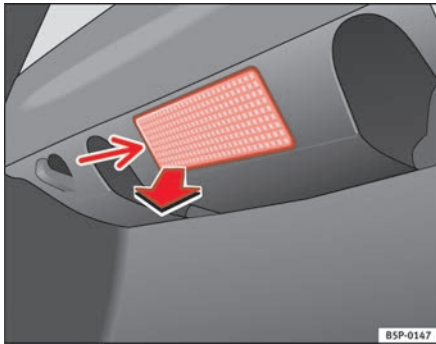

Abb. 174 Gepäckraum-
- Das Lampenglas der Glühlampe durch Druck mit einem Schraubenzieher auf dessen Unterseite abnehmen ⇒ Abb. 174.